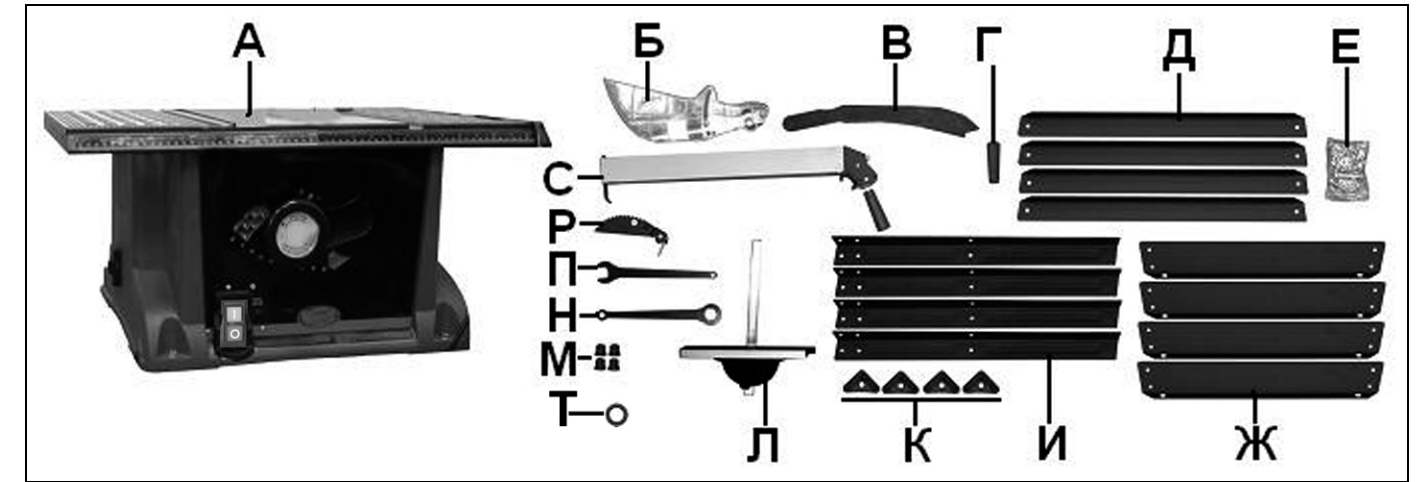

Рис.1.
3.1. В комплект поставки входит (Рис. 1, таблица 2, 3):